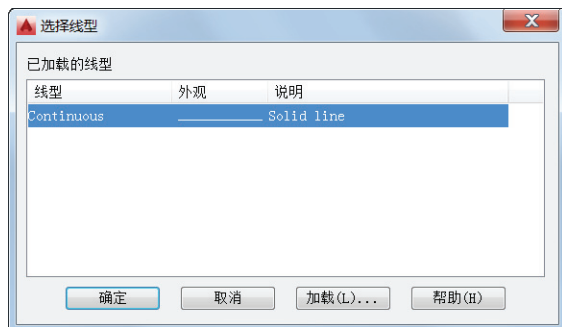

图 6-13 “选择线型”对话框
- 10) 单击“中心线”层相应的“线型”单元格, 打开图 6-13 所示的“选择线型”对话框。在“选择线型”对话框中单击“加载”按钮, 打开图 6-14 所示的“加载或重载线型”对话框。在“可用线型”列表框中选择“ACAD_ISO02W100”线型, 按住〈Ctrl〉键选择“CENTER”线型, 然后单击“确定”按钮。